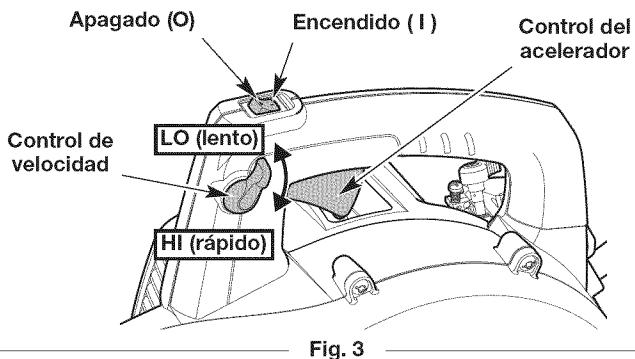

Fig. 3
NOTA: No es necesario encender la unidad. El interruptor de encendido/apagado está en la posición **ENCENDIDO (I)** en todo momento (Fig. 3).
4. Mueva el control de crucero a la posición **LO (lento)** (Fig. 3).
- NOTA:** Mantenga el control de crucero en posición **LO (lento)** y **NO** presione el control del acelerador hasta el paso 9 (Fig. 3).
8. **NO** apriete el control del acelerador. Ponga el motor en una marcha lenta durante 5 a 10 segundos. Si la unidad se detiene durante este momento: Apriete y mantenga oprimido el control del acelerador o mueva el control de crucero a la posición **HI (rápido)** (Fig. 3). Tire de la cuerda de arranque con un movimiento controlado y firme hasta que arranque la unidad.
9. Apriete y mantenga oprimido el control del acelerador o mueva el control de crucero a la posición **HI (rápido)** (Fig. 3). Deje que el motor se caliente durante 30 a 60 segundos.
2. Oprima y mantenga apretado el interruptor de encendido/apagado en la posición **APAGADO (O)** hasta que el motor se pare por completo (Fig. 3).
- Use el control de velocidad para facilitar la operación continua (Fig. 3).